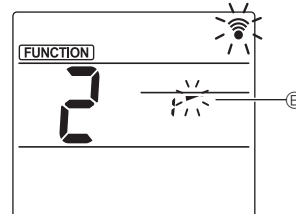

Fig. 3
- ③ De waaierhoek instellen (Fig. 3)